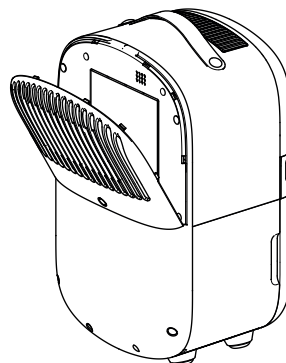

рис. 7
3. Зніміть кришку фільтра (б) з приладу, вийміть фільтр НЕРА (10) і вугільний фільтр (рис. 7).